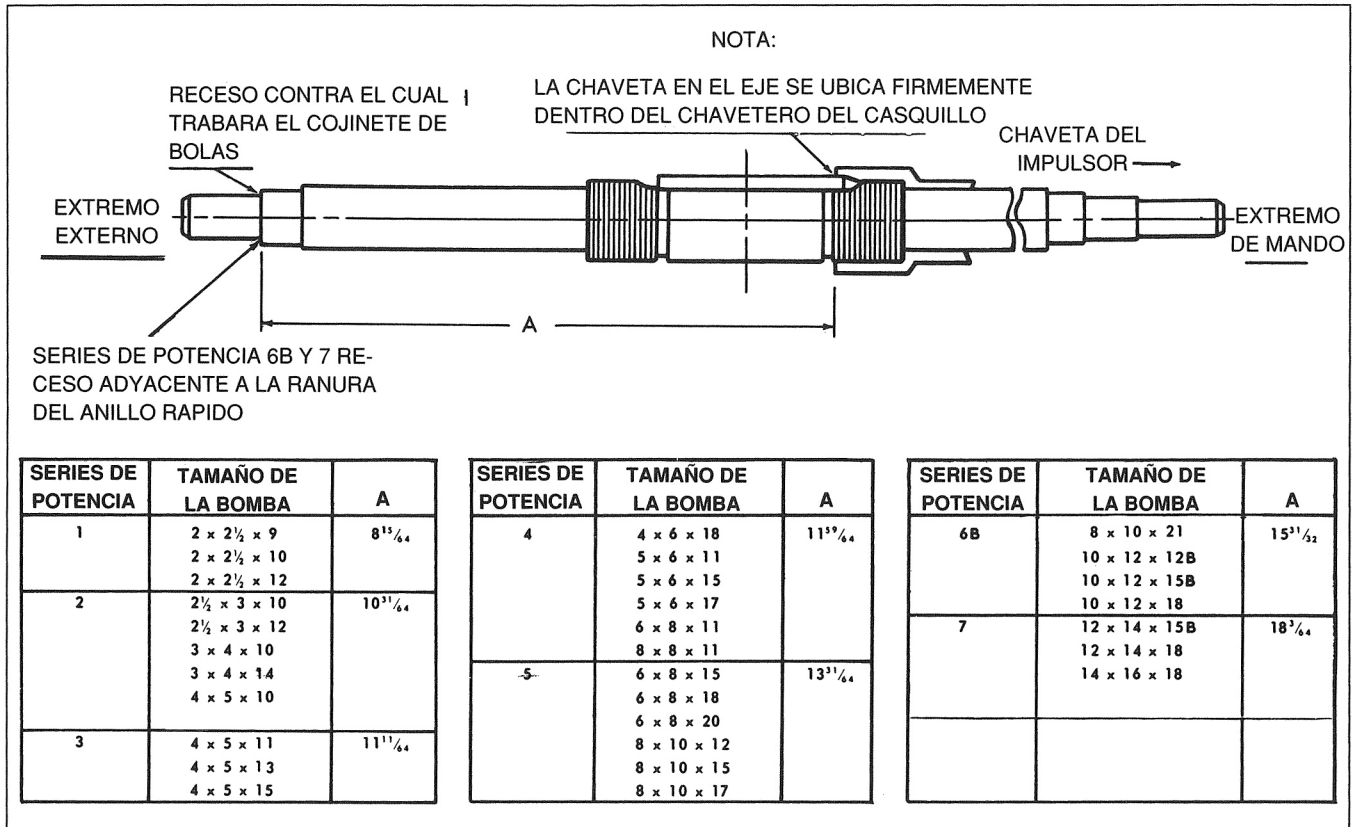
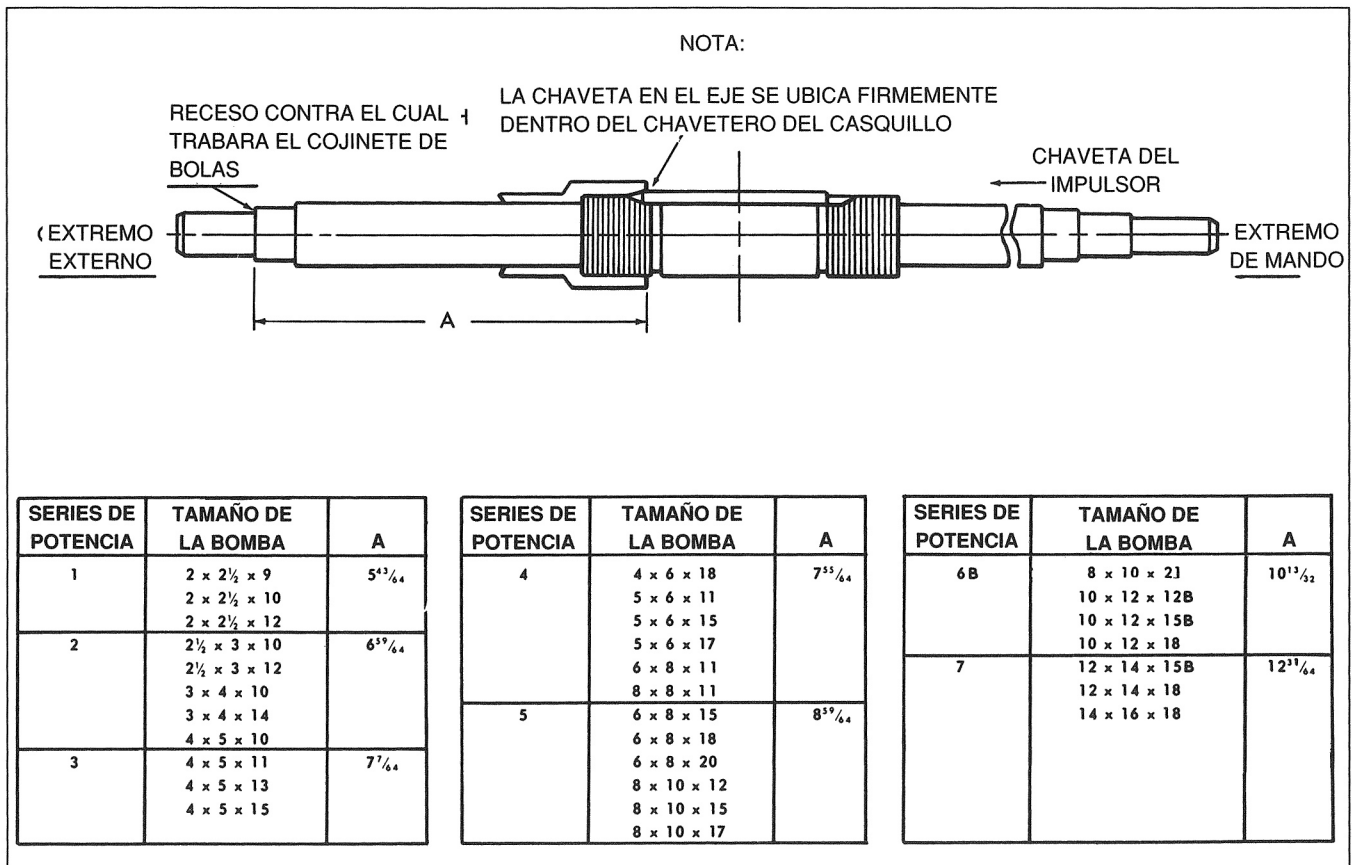

Figura 2. Casquillo posicionador del eje, rotación derecha
Figura 3. Casquillo posicionador del eje, rotación izquierda
1. Para las bombas modelos 412, 413 y 483, vuelva a armar la base (77) a la mitad de la carcasa (69) con los tornillos de cabeza (76). Coloque nuevamente estas partes en su fundación y conéctelas a las tuberías de aspiración y descarga; después asegure la base a su fundación ajustando las tuercas de los pernos de fundación.
2. Ubique las clavijas posicionadoras (67) en la carcasa inferior (69) y agregue las clavijas de los pernos de charnela (68), si es que éstos se usan en su bomba. Instale las clavijas de los anillos anti-desgaste (66). Golpee suavemente las clavijas para asentarlas en su posición. Si se retiró la placa de características (71), instálela con los tornillos (70). Instale el anillo "O" (62) en el casquillo del eje (64).
3. En una unidad de giro derecho, enrosque el casquillo interno (64) en el eje (65) hasta la distancia A (vea la figura 2). En una unidad de giro izquierdo, enrosque el casquillo externo (57) en el eje hasta la distancia A (vea la figura 3). Cuando el casquillo está en posición, su chavetero debe estar alineado con el chavetero del eje. Cubra la chaveta y el chavetero con sellador Loctite grado 242. Inserte la chaveta (63) dentro de los chaveteros del eje y del casquillo. Llévelo hasta su posición con golpes secos firmes.
4. Cubra el diámetro interno de los anillos antidesgaste del impulsor (61) (opcionales) con sellador Loctite grado 271 y presiónelos sobre los cubos de del impulsor (59). No intente llevar los anillos antidesgaste del impulsor hasta su posición martillándolos, ya que son de ajuste por presión. Se prefiere el uso de una prensa de eje. Sin embargo, si se coloca un bloque de madera sobre el anillo antidesgaste del impulsor y se ejerce presión en él, éste trabajará satisfactoriamente. Para las series de potencia 5, 6B y 7 solamente, se instalarán dos tornillos de fijación (78) taladrándolos dentro de los anillos antidesgaste y del impulsor. Durante los procedimientos, debe protegerse la superficie opuesta del impulsor para que no se dañe. A tal fin, dicha superficie debe descansar contra una madera blanda colocada sobre la mesa de trabajo.